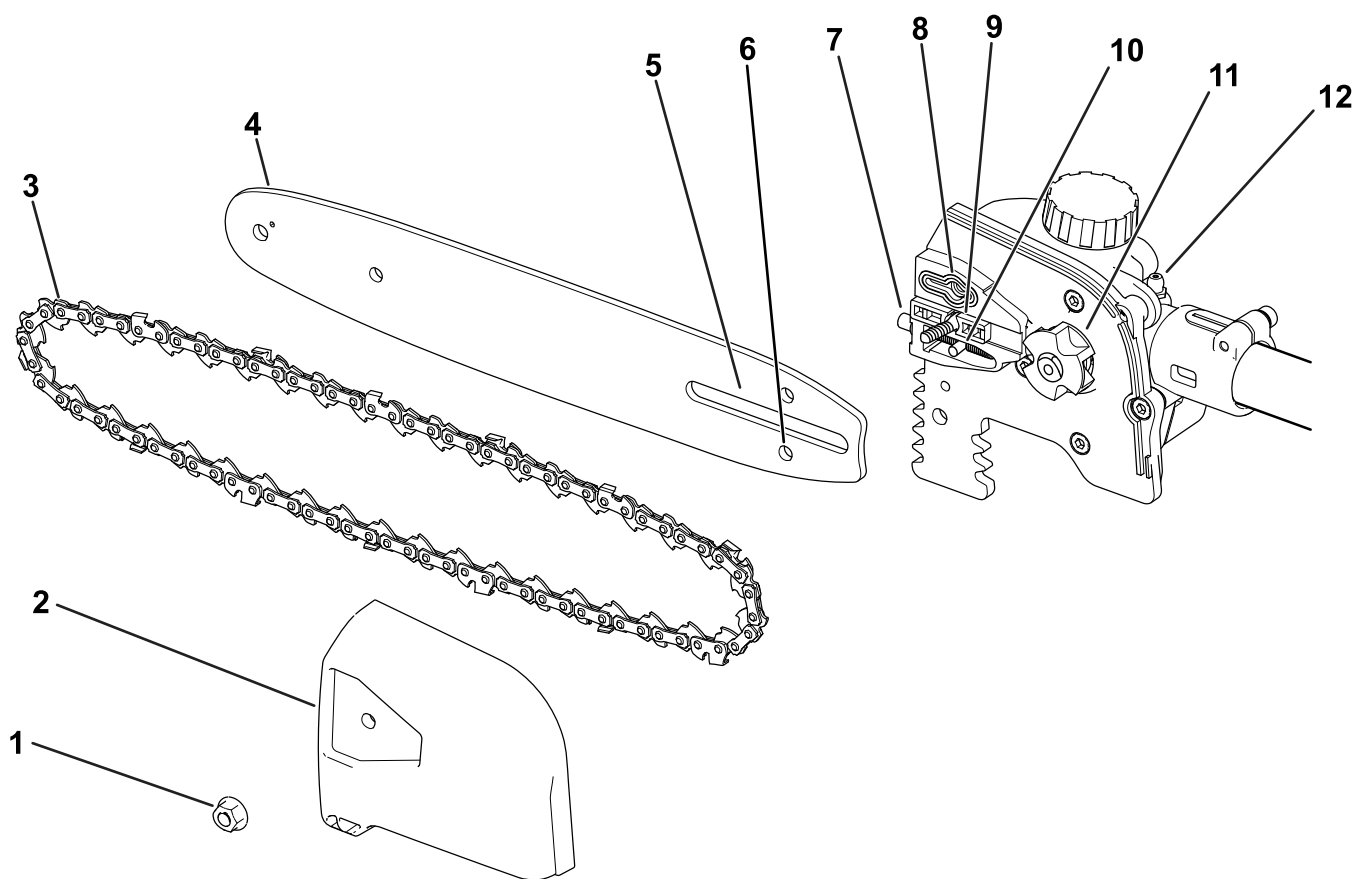

Figura 3
2. Retire la cubierta lateral; gire el tornillo de la cubierta en sentido antihorario hasta que el tornillo quede libre, y luego retire la cubierta lateral (Figura 3).
- Coloque el bucle abierto de la cadena (la parte que no está montada en la espada) alrededor del piñón de arrastre de la sierra de pértiga (Figura 3).
Importante: Asegúrese de introducir el espárrago de ajuste de la cadena en la ranura del espárrago de ajuste de la cadena de la espada (Figura 3).